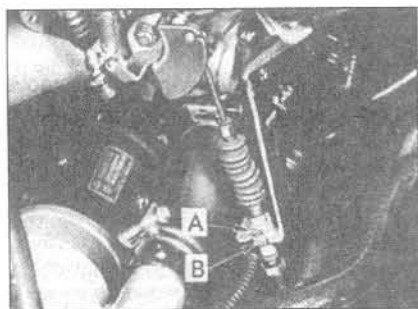

Рис. 7.5 Верхние контргайки регулятора 'А' и 'В' тросика понижения на подвеске тросика акселератора (Главы 5 и 6)
- 3 Ослабьте полностью контргайки тросика обратного переключения ("А" и "В", Рис. 7.5) на верхнем конце, на каждой стороне кронштейна тросика акселератора.
- 1 Ослабьте обе контргайки тросика понижения ('А' и 'В', Рис. 7.5) на верхнем конце тросика, на каждой стороне подвески тросика акселератора. Отключите внешний кожух тросика от подвески и шкива дросселя.